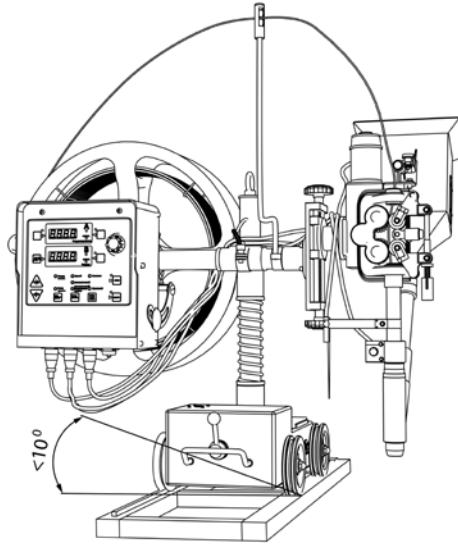

Рис. 8.13. Предельный наклон сварочного трактора.
- Наклон сварочного трактора не должен превышать 10° (См. рис. 8.13).